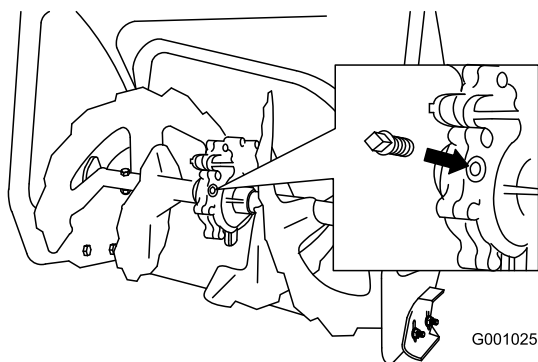

Figure 39
2. Nettoyez la surface autour du bouchon de tuyau (Figure 39).